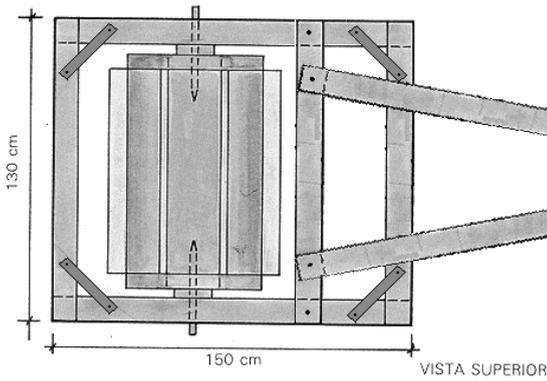

FIG. 7. A moldura tem que ser montada introduzindo-se os dois
7. Parafuse as peças de madeira em que serão atrelados os arreios do animal (Fig. 7);